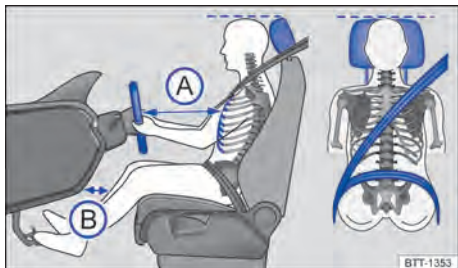

Fig. 19 Distância correta do condutor em relação ao volante, posição correta do cadaço do cinto de segurança e ajuste correto do apoio para cabeça.
- Ajustar o banco de modo que a distância entre o volante e o tórax tenha no mínimo 25 cm → Fig. 19 (A) e que o condutor possa segurar o volante pela borda externa com as duas mãos e os braços ligeiramente flexionados.
- Ajustar o banco do condutor na direção longitudinal de modo que os pedais possam ser acionados com as pernas ligeiramente arqueadas e a distância para o painel de instrumentos na área do joelho seja de, no mínimo, 10 cm → Fig. 19 (B).
- Ajustar o apoio para cabeça de modo que a sua borda superior se encontre preferencialmente na mesma linha da parte superior da cabeça → Fig. 19 – porém não abaixo da altura dos olhos. Posicionar a parte posterior da cabeça o mais perto possível do apoio para cabeça.